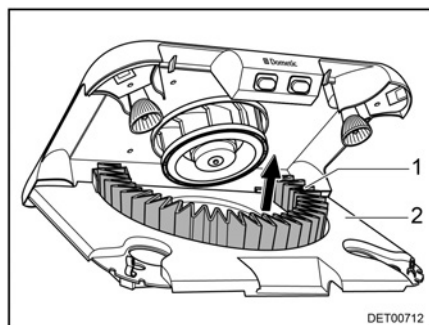

Bild 121 Aktivkohlefilter wechseln
- Aktivkohlefilter (Bild 121,1) nach oben aus der Halterung herausnehmen.
- Filterträger (Bild 121,2) nach oben schwenken, bis er einrastet.